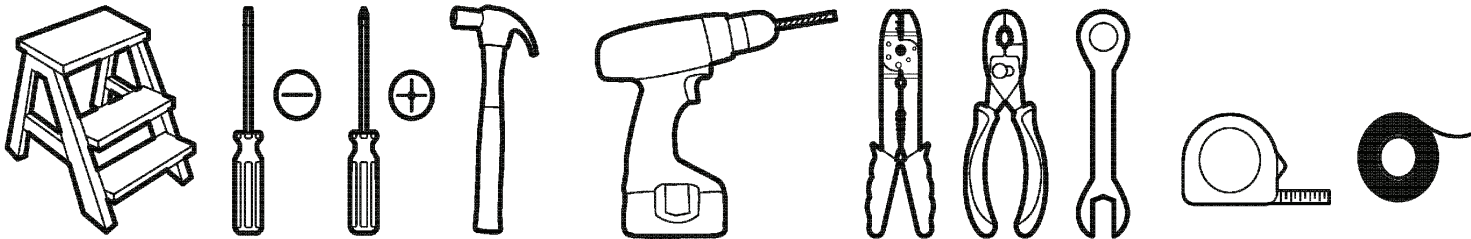

FIG 1
- Non inclus. Il est recommandé un tournevis à aimant [FIG 1].